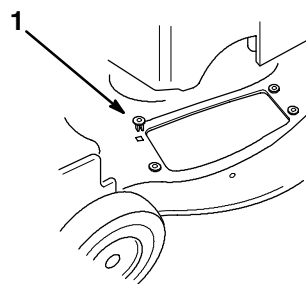

Figure 37
6. Insérer les quatre œillets fournis avec le sac de ramassage dans les quatre trous carrés du carter de tondeuse (Fig. 37).